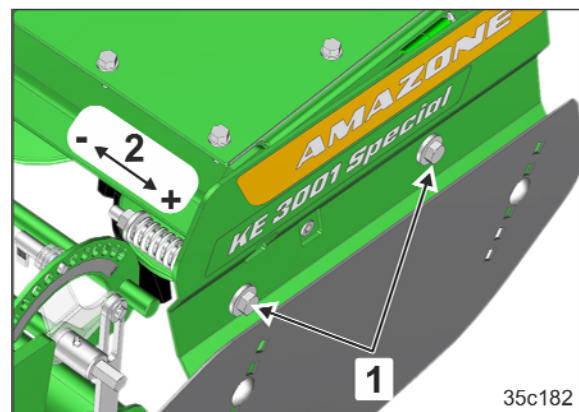

Рис. 111
Путем вращения обеих контргаек (Рис. 111/2) натяжение пружины
- увеличить для тяжелых почв (Рис. 111/2+);
- уменьшить при заделке соломы (Рис. 111/2-).